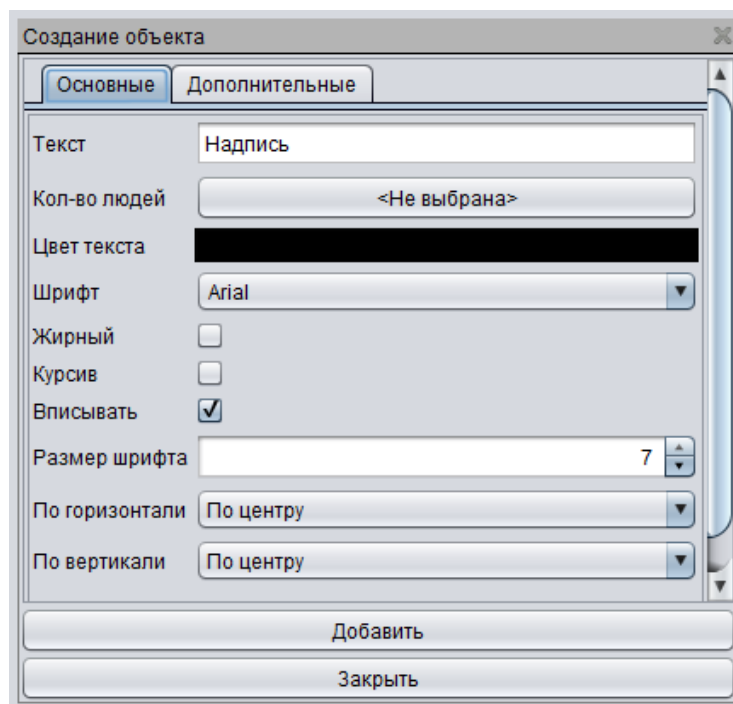

Рис. 147
2) в открывшемся окне (Рис. 147) задать параметры отображения надписи: